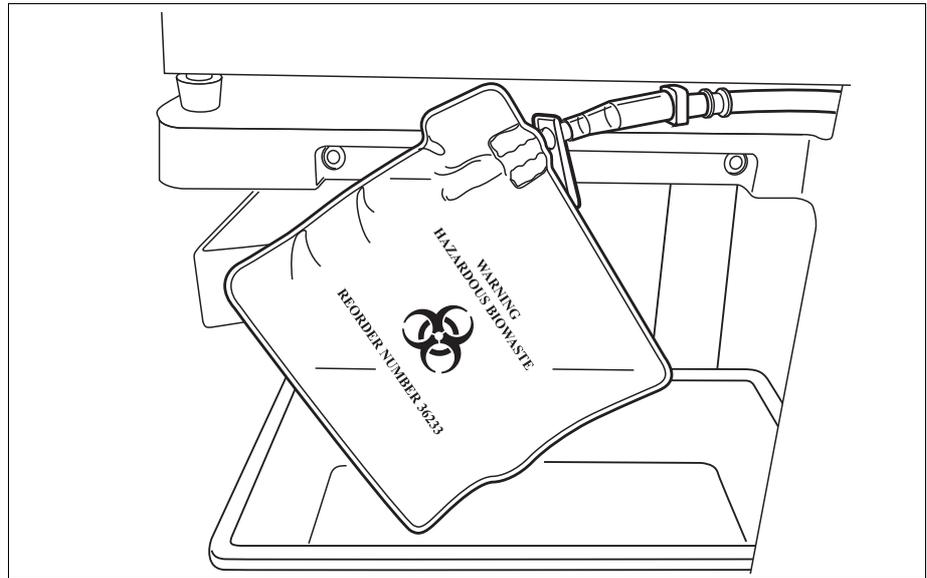

Figura 34, permita que la bolsa de desechos de riesgo biológico cuelgue de la bandeja
3. Asegúrese de que no haya acodamientos ni torsiones en el tubo y permita que la bolsa y su tubo cuelguen del tubo de drenaje (consulte la Figura 34).